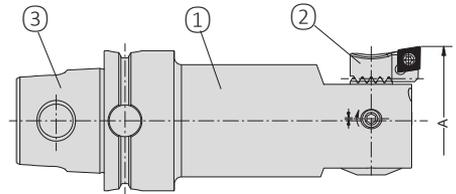

Bild 1
- Maschinenseitig ist das Feindrehwerkzeug mit einer KM..TS Verbindungsstelle ausgerüstet ③ (Bild 1).